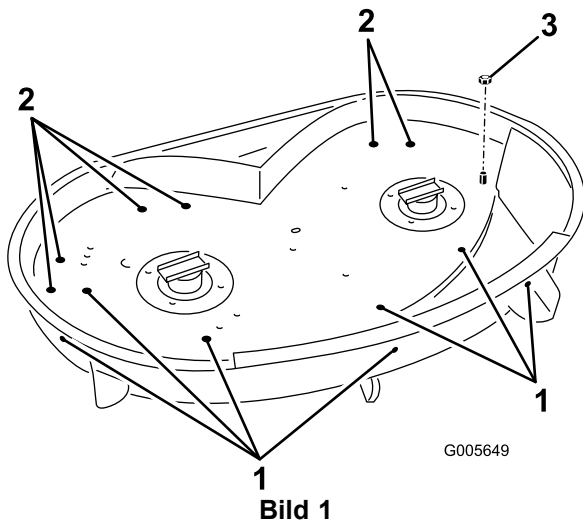

Bild 1
5. Ermitteln Sie die Löcher, die in Bild 1 abgebildet sind und gehen Sie folgendermaßen vor:
6. Nehmen Sie die Sicherungsmutter (3/8 Zoll) ab, mit der die Befestigungsstange des Auswurfkanals am Mähwerk befestigt ist (Bild 1). Bewahren Sie sie auf.